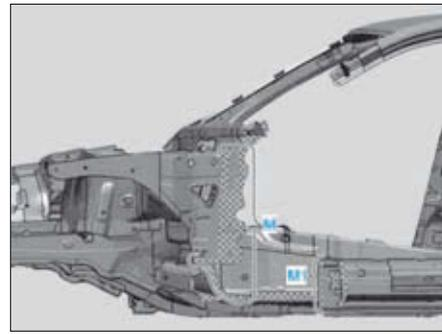

FIG. 57
- Chauffer les zones quadrillées de la partie intérieure du montant A (1) et du renfort offset (3).
- Déposer la partie intérieure du montant A (1) et du renfort offset (3).
- Tenir compte du prétraitement des surfaces à coller (M et M1) (Fig.57)